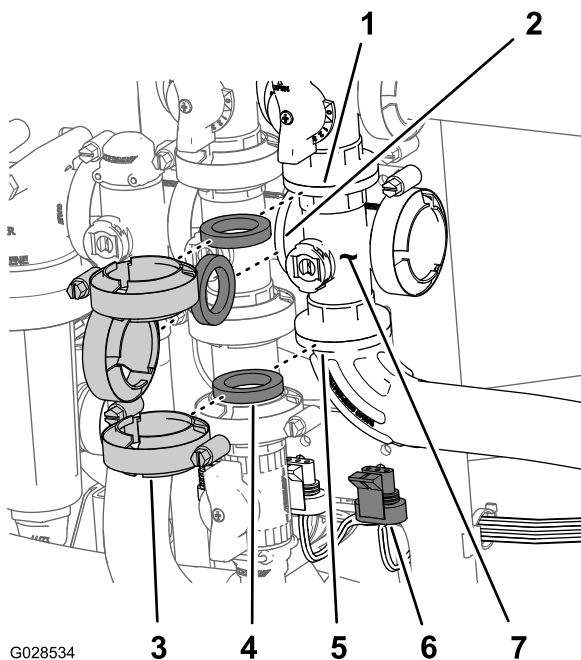

Figura 92
1. Togliete i morsetti e le guarnizioni che fissano il collettore della valvola principale delle barre (Figura 92) alla valvola di bypass principale delle barre, valvola dell'agitatore e gomito flangiato a 90° (all'estremità del flessibile del flussometro).